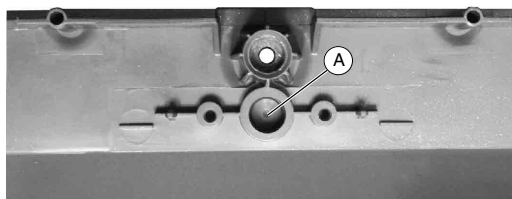

Fig. 1
- Loch (A) in der Rückwand (Fig.1) mit einem 9mm-Bohrer aufbohren.